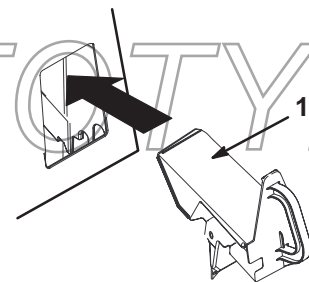

Figura 19
4. Inserte el tapón de reciclado en el hueco, según muestra la Figura 19.